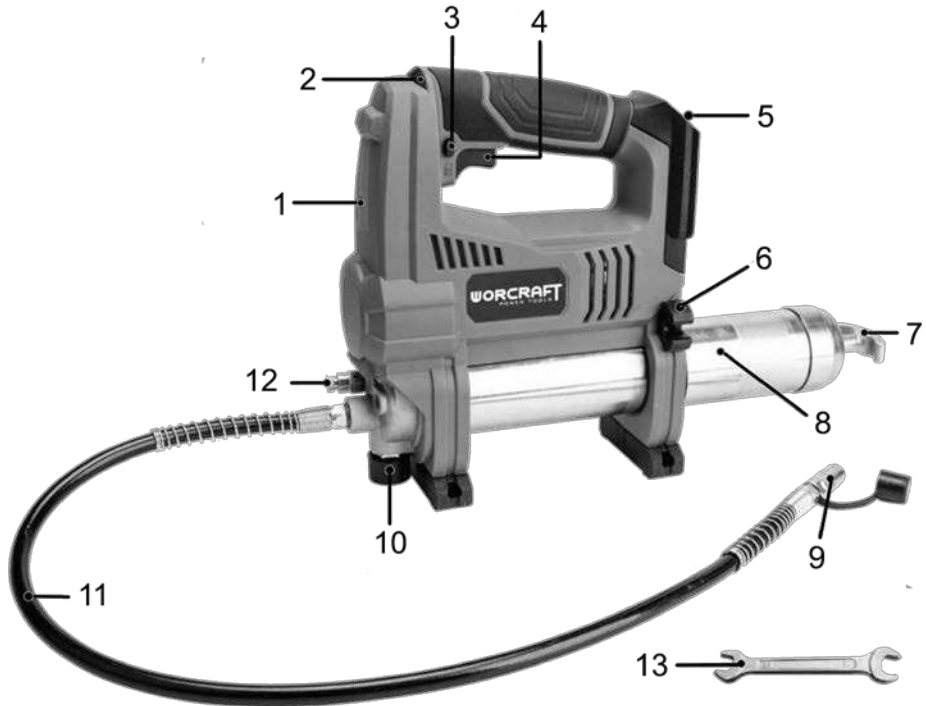

Рисунок 1
- Прикрутіть гнучкий масляний шланг (11, рисунок 1) до відповідного різьбового отвору пристрою (дивіться рисунок 2).
- Відрегулюйте потрібну швидкість нагнітання мастила колесом регулятора (2, рисунок 1).
- Приєднайте змащувальний штуцер (9, рисунок 1) до перехідника фітінгу вузла, який змащується. Міцно утримуйте пристрій за рукоятку.
- Виконайте змащення потрібного вузла необхідною кількістю мастила. При натисканні на пускову клавішу вмикається світлодіод (1, рисунок 1). Світлодіод вмикається через 5 секунд після відпускання пускової клавіші.
ПРИМІТКА: Якщо внутрішній тиск в інструменті перевищує певний рівень, з запобіжного клапана скидання тиску (10, рисунок 1) виходить мастило для зниження внутрішнього тиску в системі пристрою.
- Після використання від'єднайте акумуляторну батарею від пристрою. Закріпіть змащувальний штуцер шланга кришкою і прикріпіть його до кронштейна (6, рисунок 1). Очистіть вентиляційні отвори м'якою щіткою або малярським пензлем із пластиковою щетиною. Вентиляційні отвори можна очищати потоком стисненого повітря тиском не більше 0,3 МПа.